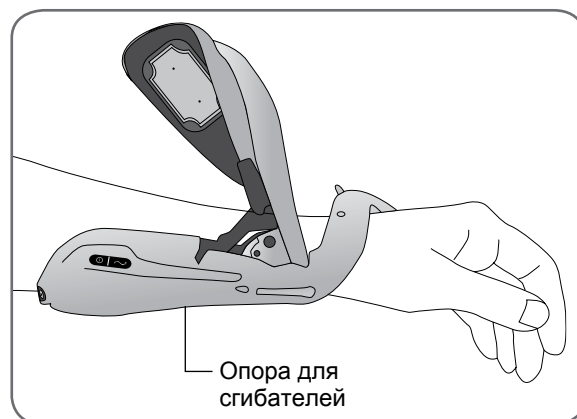

Рисунок 10-3. Снятие опоры для сгибателей
4. Когда крыло для разгибателей будет откинута (см. рис. 10-3), удалите опору для сгибателей из-под предплечья.